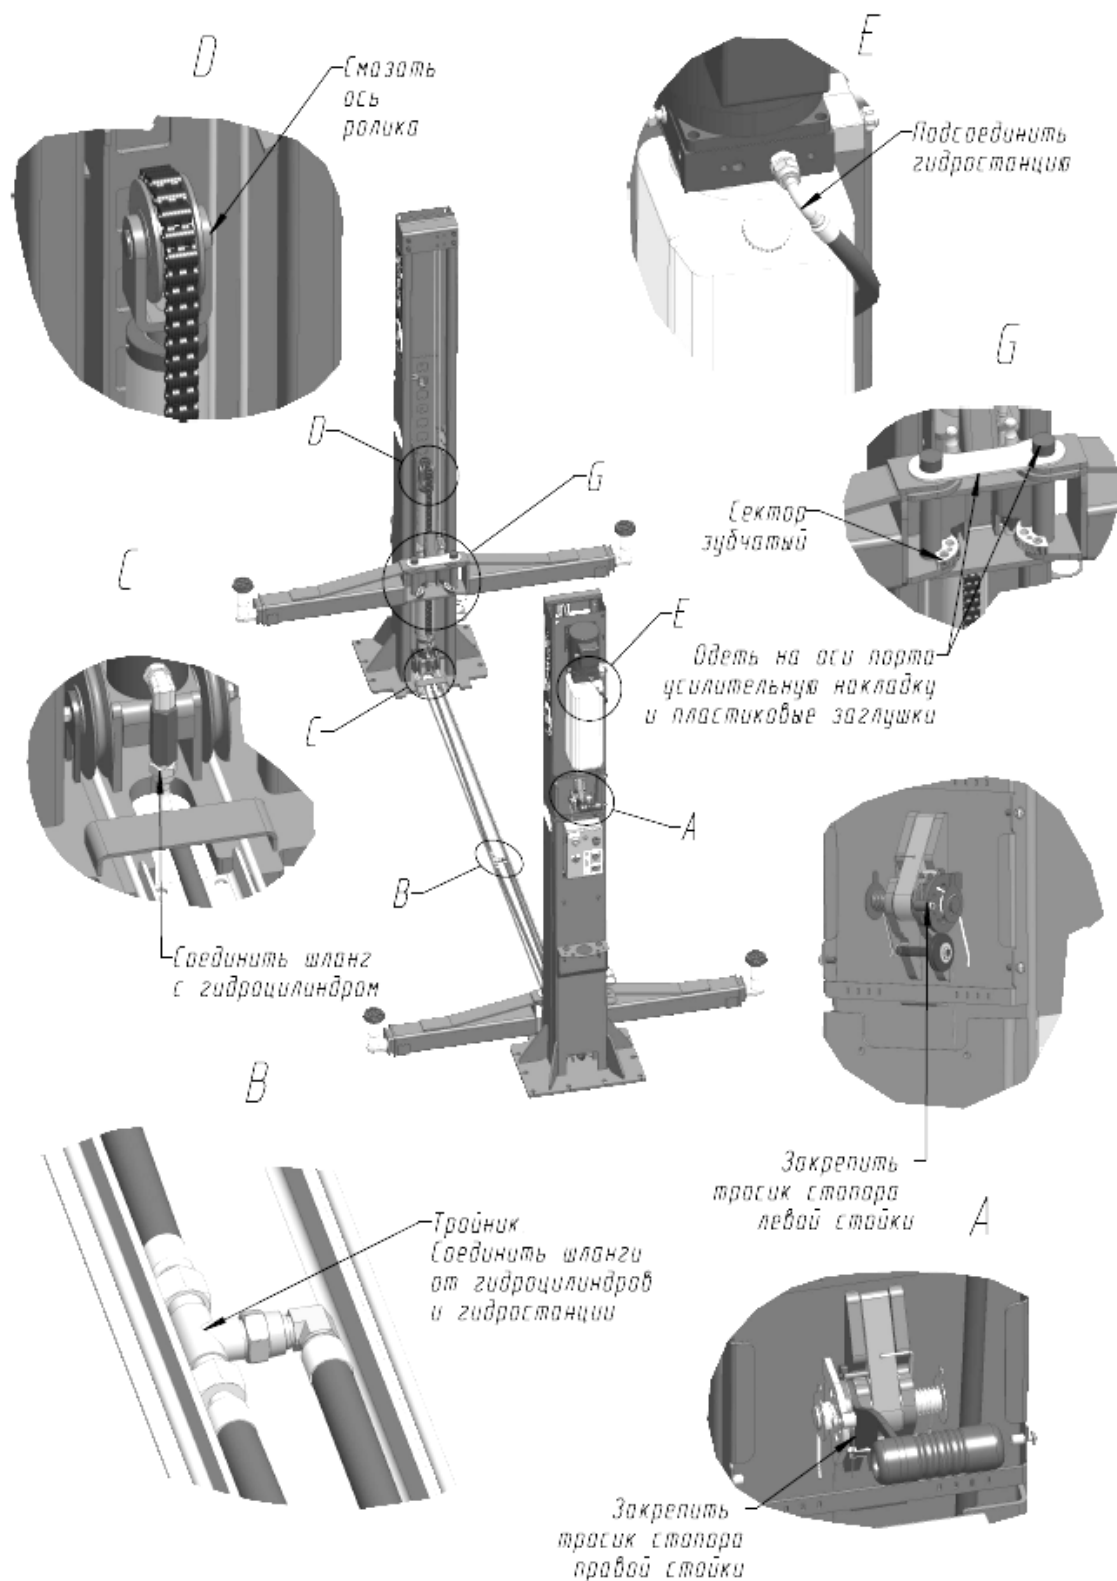

Рисунок 4 - Соединение рукавов высокого давления, точки смазки и крепление тросика стопорения.
6.5 Установить тросик системы стопорения (см. Рисунок 4). Для этого снять кожура правой и левой стойки. Тросик системы стопорения зафиксировать на барабане правой стойки (см. Рисунок 4, вид А). Другой конец тросика протянуть к барабану левой стойки – вниз, затем горизонтально с использованием отклоняющих блоков и вверх (перед барабаном левой стойки закреплен еще один отклоняющий блок). Выбрать слабинку тросика и зафиксировать его на барабане левой стойки.
6.13 Установить шайбы оси порта каретки 40,5x0,8. Затем установить подхваты на вваренные в каретки оси и зафиксировать, закрепив на нижней вилке подхвата зубчатые секторы. Убедиться, что подхваты опираются на шайбы оси. Допускается разность высот подхватов до 15 мм. На оси портов кареток надеть усилительные накладки и заглушки оси порта каретки (пластик) (см. Рисунок 4). Эксплуатация подъемника без установки секторов и накладок не допускается.